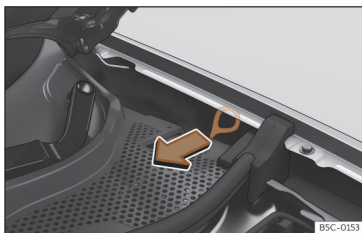

Fig. 65 Entre a lateral esquerda e a dobradiça do capô do motor Puxador para o desbloqueio manual de emergência do conector de carregamento.
O puxador para o desbloqueio manual de emergência encontra-se no lado esquerdo do compartimento do motor, por cima da tomada de carregamento >>> **Fig. 65.**
- Puxe a alavanca >>> **Fig. 65.**